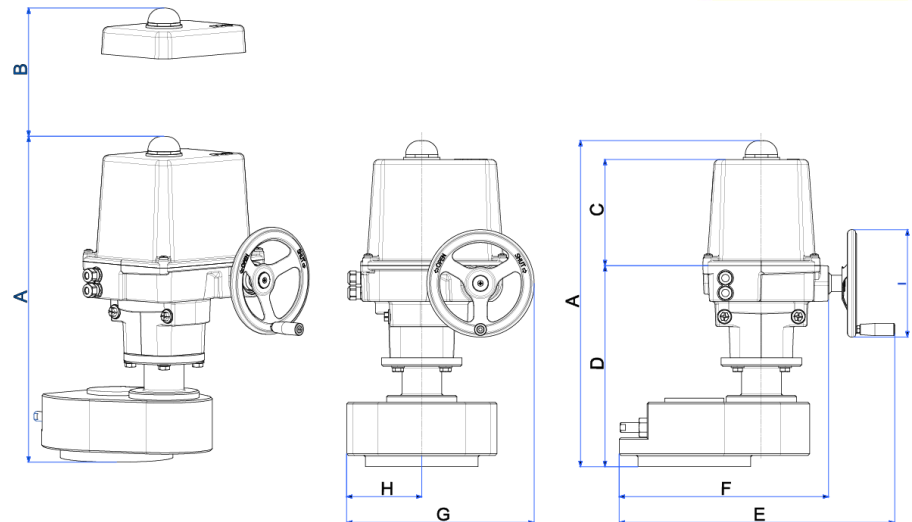

Abbildung 1: Einbaumaße
- Die Antriebe müssen mit ausreichend Freiraum zum Abnehmen der Haube eingebaut werden (Abb. 1, Maße der Standardantriebe).